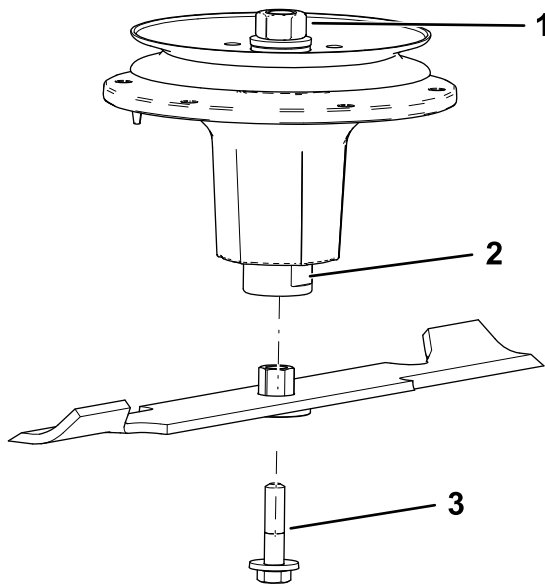

Figura 95
2. Instale el conjunto de buje/cuchilla en el eje (Figura 95).